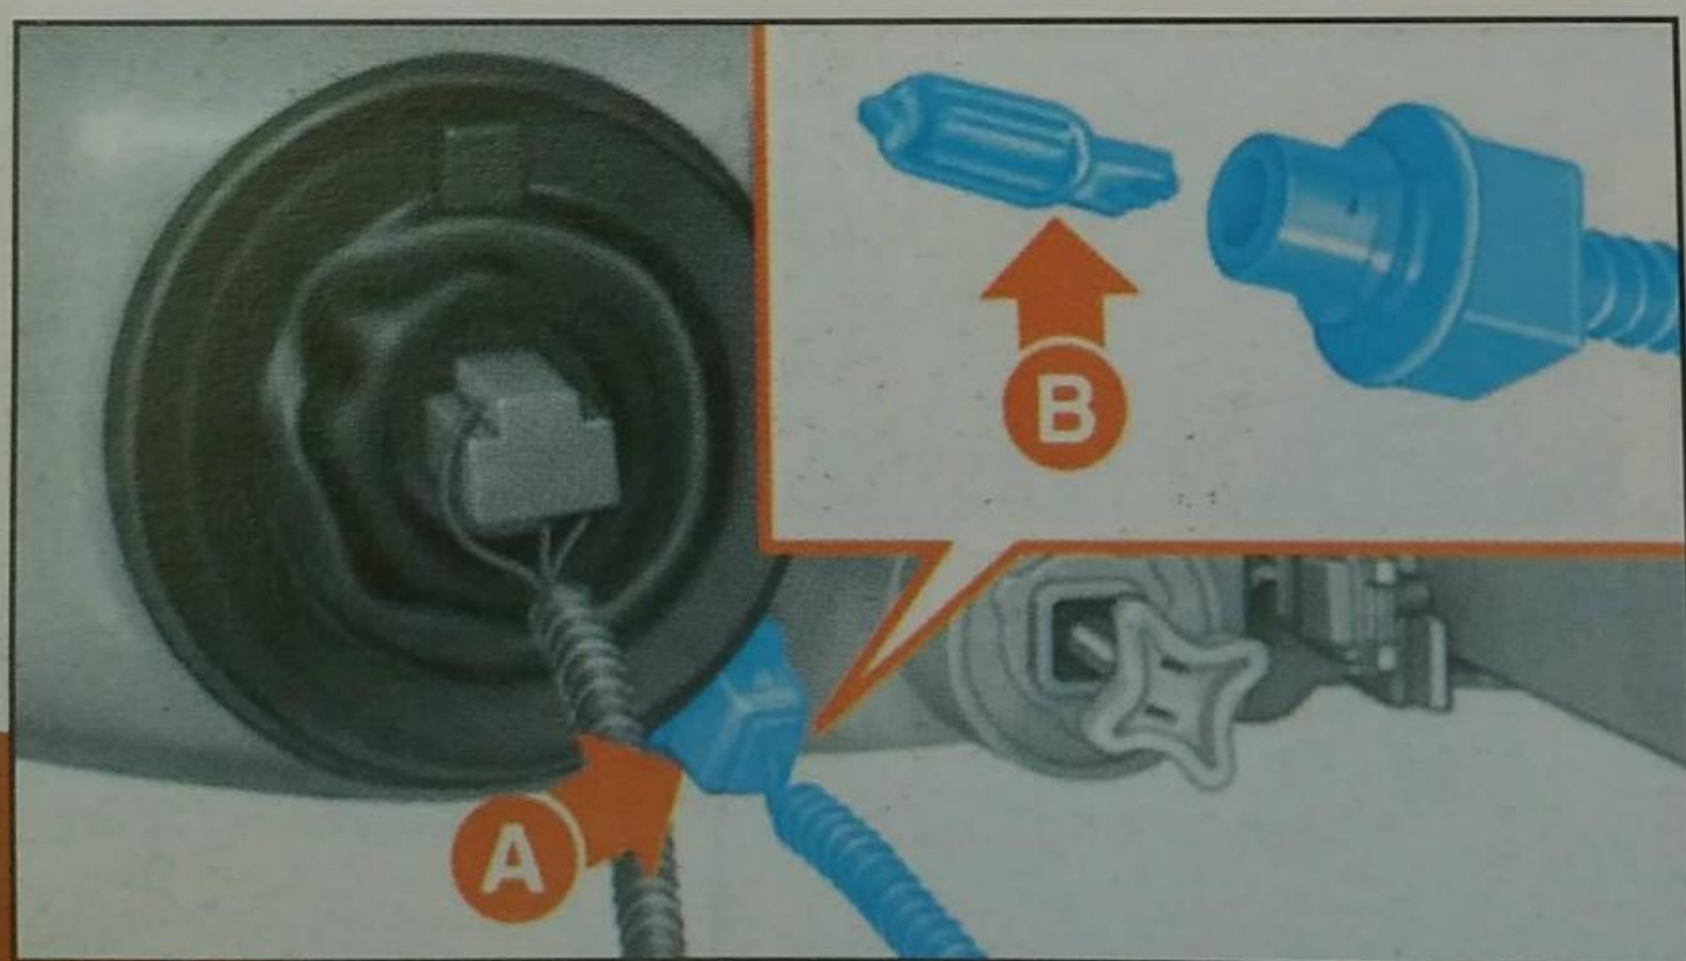

Fig. 14
- 1) Retirar el sócate **A**-fig. 14, haciéndolo girar lentamente para facilitar su desenganche.